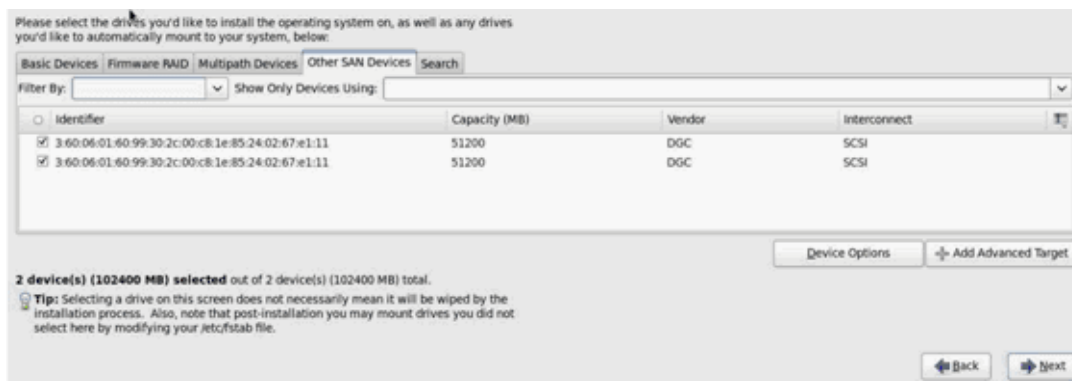

Ilustración 13-25. Confirmación de FCoE
9. Confirme que todos los discos FCoE visibles estén visibles en las páginas Multipath Devices (Dispositivos con múltiples rutas de acceso) u Other SAN Devices (Otros dispositivos SAN) (Ilustración 13-25).